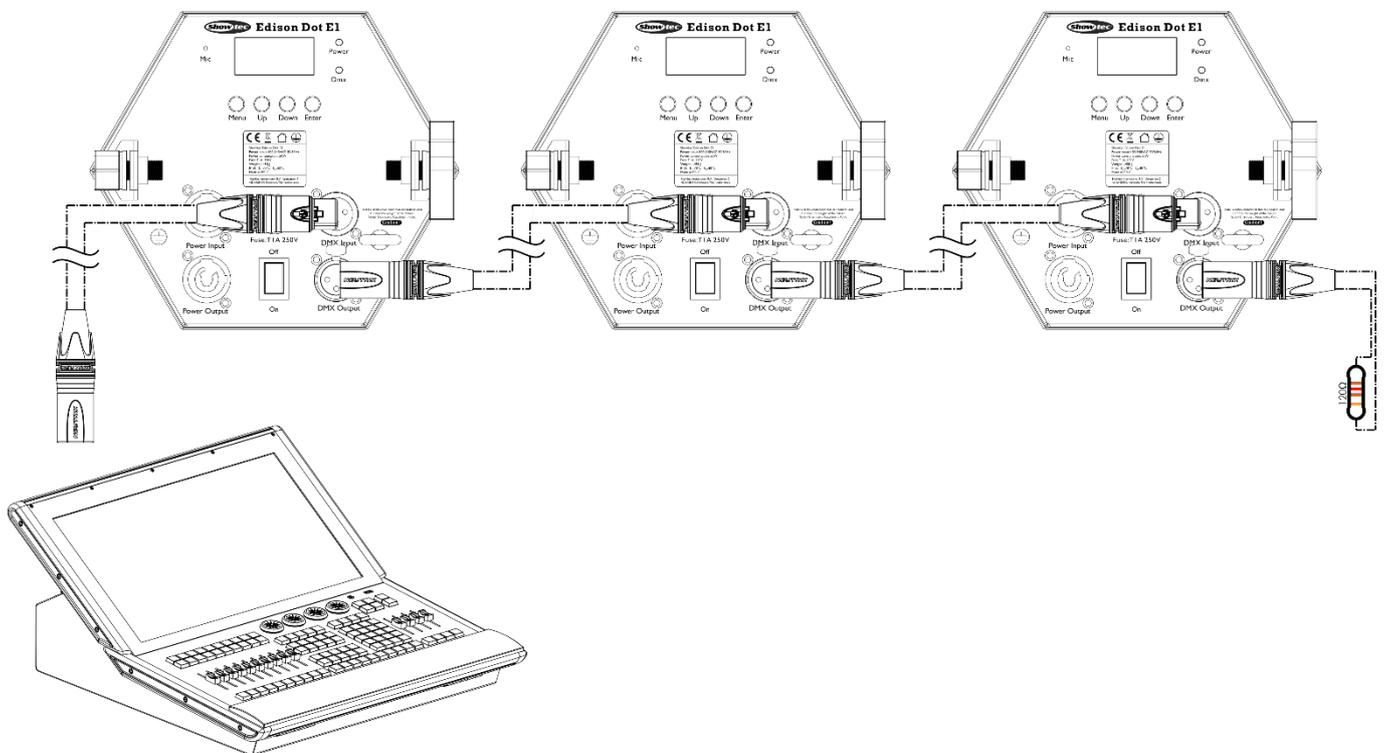

Fig. 05
- 04) Conecte las unidades entre ellas como se indica en la Fig. 05. Conecte un controlador de iluminación a la toma Input (entrada) DMX del primer dispositivo mediante un cable DMX. Conecte un cable DMX que vaya desde el conector DMX Output (salida) de la primera unidad al conector DMX Input (entrada) de la segunda unidad. Repita este proceso para interconectar el resto de las unidades.